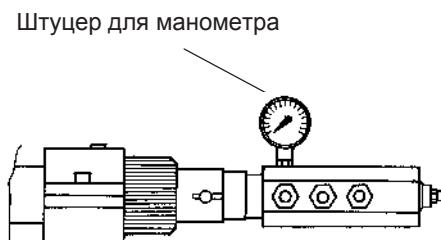

Рис. 30
- Давление питания форсунки уже отрегулировано заранее на заводе-изготовителе и не должно изменяться. Только в случае необходимости, отрегулировать давление питания (см. соответствующий параграф) следующим образом: установить манометр в положение, указанное на Рис. 30, воздействовать на регулировочный винт VR насоса (см. Рис. 28)